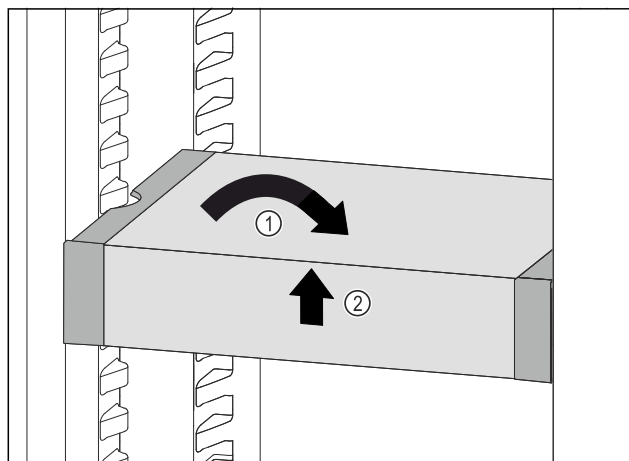

Fig. 97
- ▶ Predal VarioSafe postavite ravno. Fig. 97 (1)
- ▶ Predal VarioSafe dvignite spredaj. Fig. 97 (2)